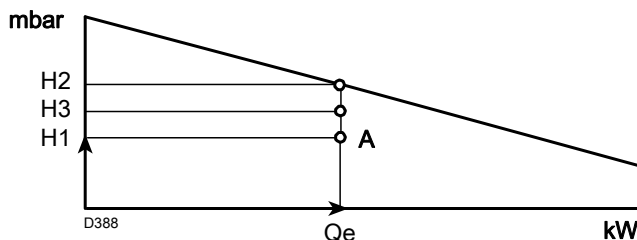

图 4
- 4 从点 A (图 4) 处垂直画一条线，找到出力范围内的最大压力“H2”。
- 如果“ $\bar{Q}_3$ ”大于“ $\bar{Q}_1$ ” (图 4)，则燃烧器能提供所需出力。